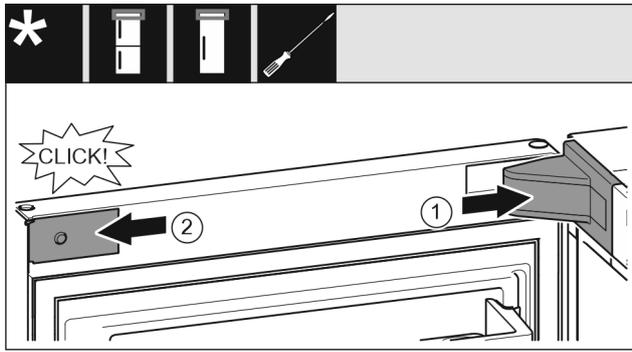

Fig. 20
- ▶ Așezați apărătoarea suporturilor de lagăr și fixați-o în poziție, după caz, desfăceți-o prin apăsare cu precauție. Fig. 20 (1)
- ▶ Aplicați și fixați în poziție masca. Fig. 20 (2)